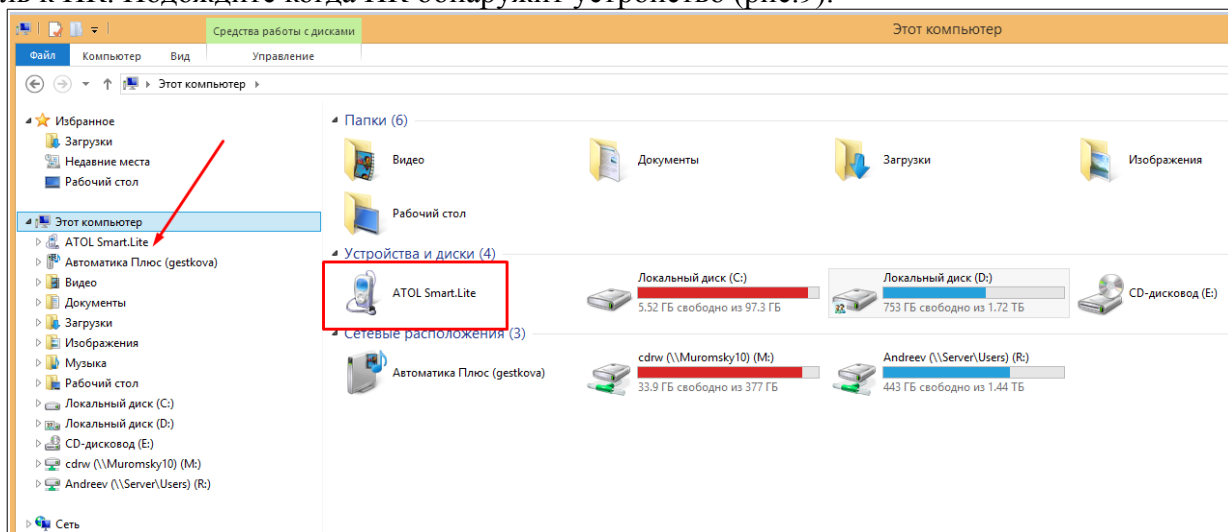

Рис. 9
2.3.1. При отсутствии на АЗС сети WIFI, можно настроить ручной обмен файлами между ПК и ТСД с помощью кабеля USB. Для этого установите ТСД Атол Smart.lite на коммуникационно-зарядную подставку для ТСД. Подключите коммуникационно-зарядную подставку через USB-кабель к ПК. Подождите когда ПК обнаружит устройство (рис.9).